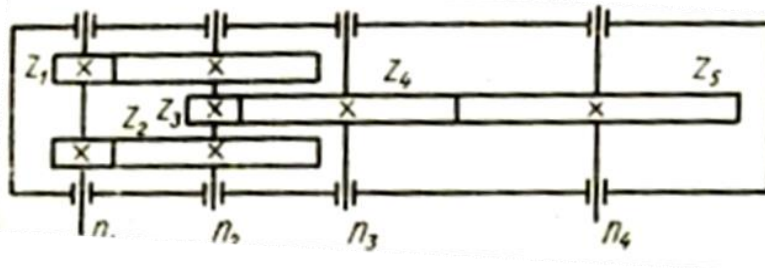

Рис. 5.
12. Выберите правильные ответы. Если в редукторе указанной схемы (рис. 5) в 2 раза уменьшить (увеличить) число зубьев колеса Z_4 , то как изменится число оборотов в минуту на выходе (на валу 4) ?